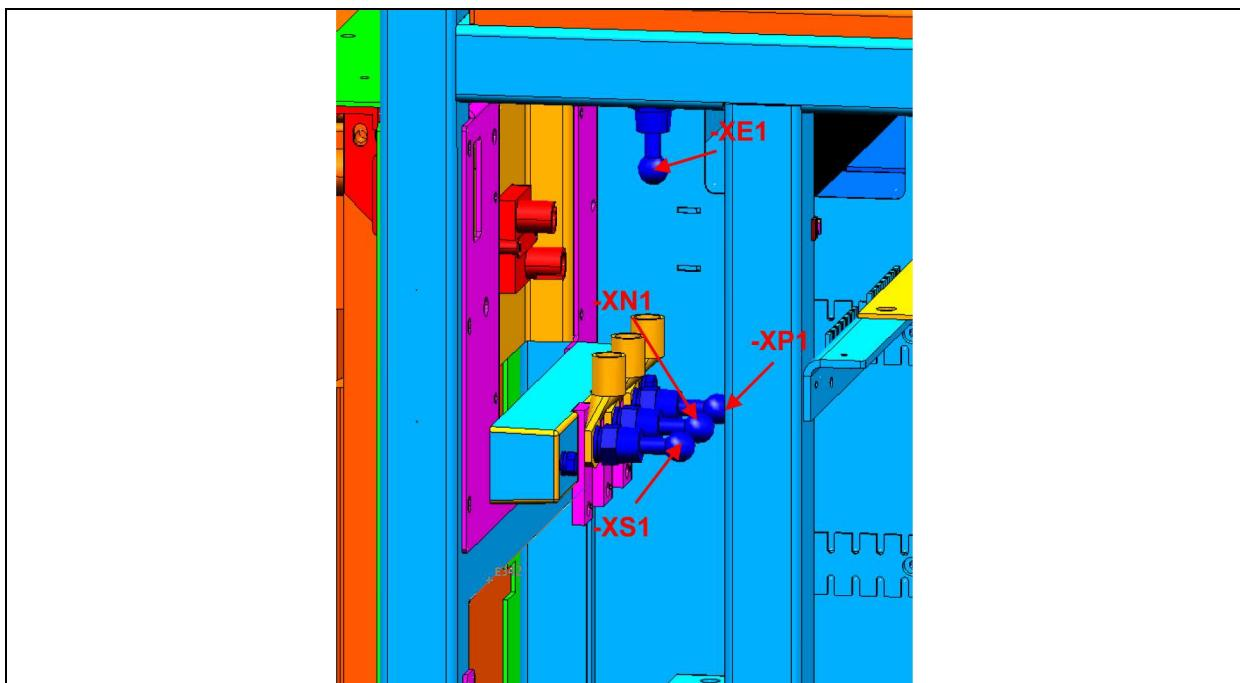

Рис. 1.1 Положение фиксированных шаровых наконечников преобразователя
Причиной опасных напряжений может быть напряжение источника питания. Соединительные точки не связаны непосредственно со жгутом проводки заземления, когда размыкатель линии питания Q4 и контакторы предварительной зарядки К6 открыты. Если питание постоянного тока не отключено, на клеммах присутствует напряжение, даже если жгут проводки заземления подсоединен (см. рис. 1.1 и принципиальную электрическую схему, см. Приложение). Строго соблюдайте инструкции изготовителя тяговой системы!
6. Откройте крышку 3 на передней панели преобразователя (см. рис. 5.1). Точки для подсоединения измерительных приборов и заземления звена постоянного тока находятся (см. рис. 1.1) сзади этой крышки (фиксированные шаровые наконечники, диаметр 22 мм).